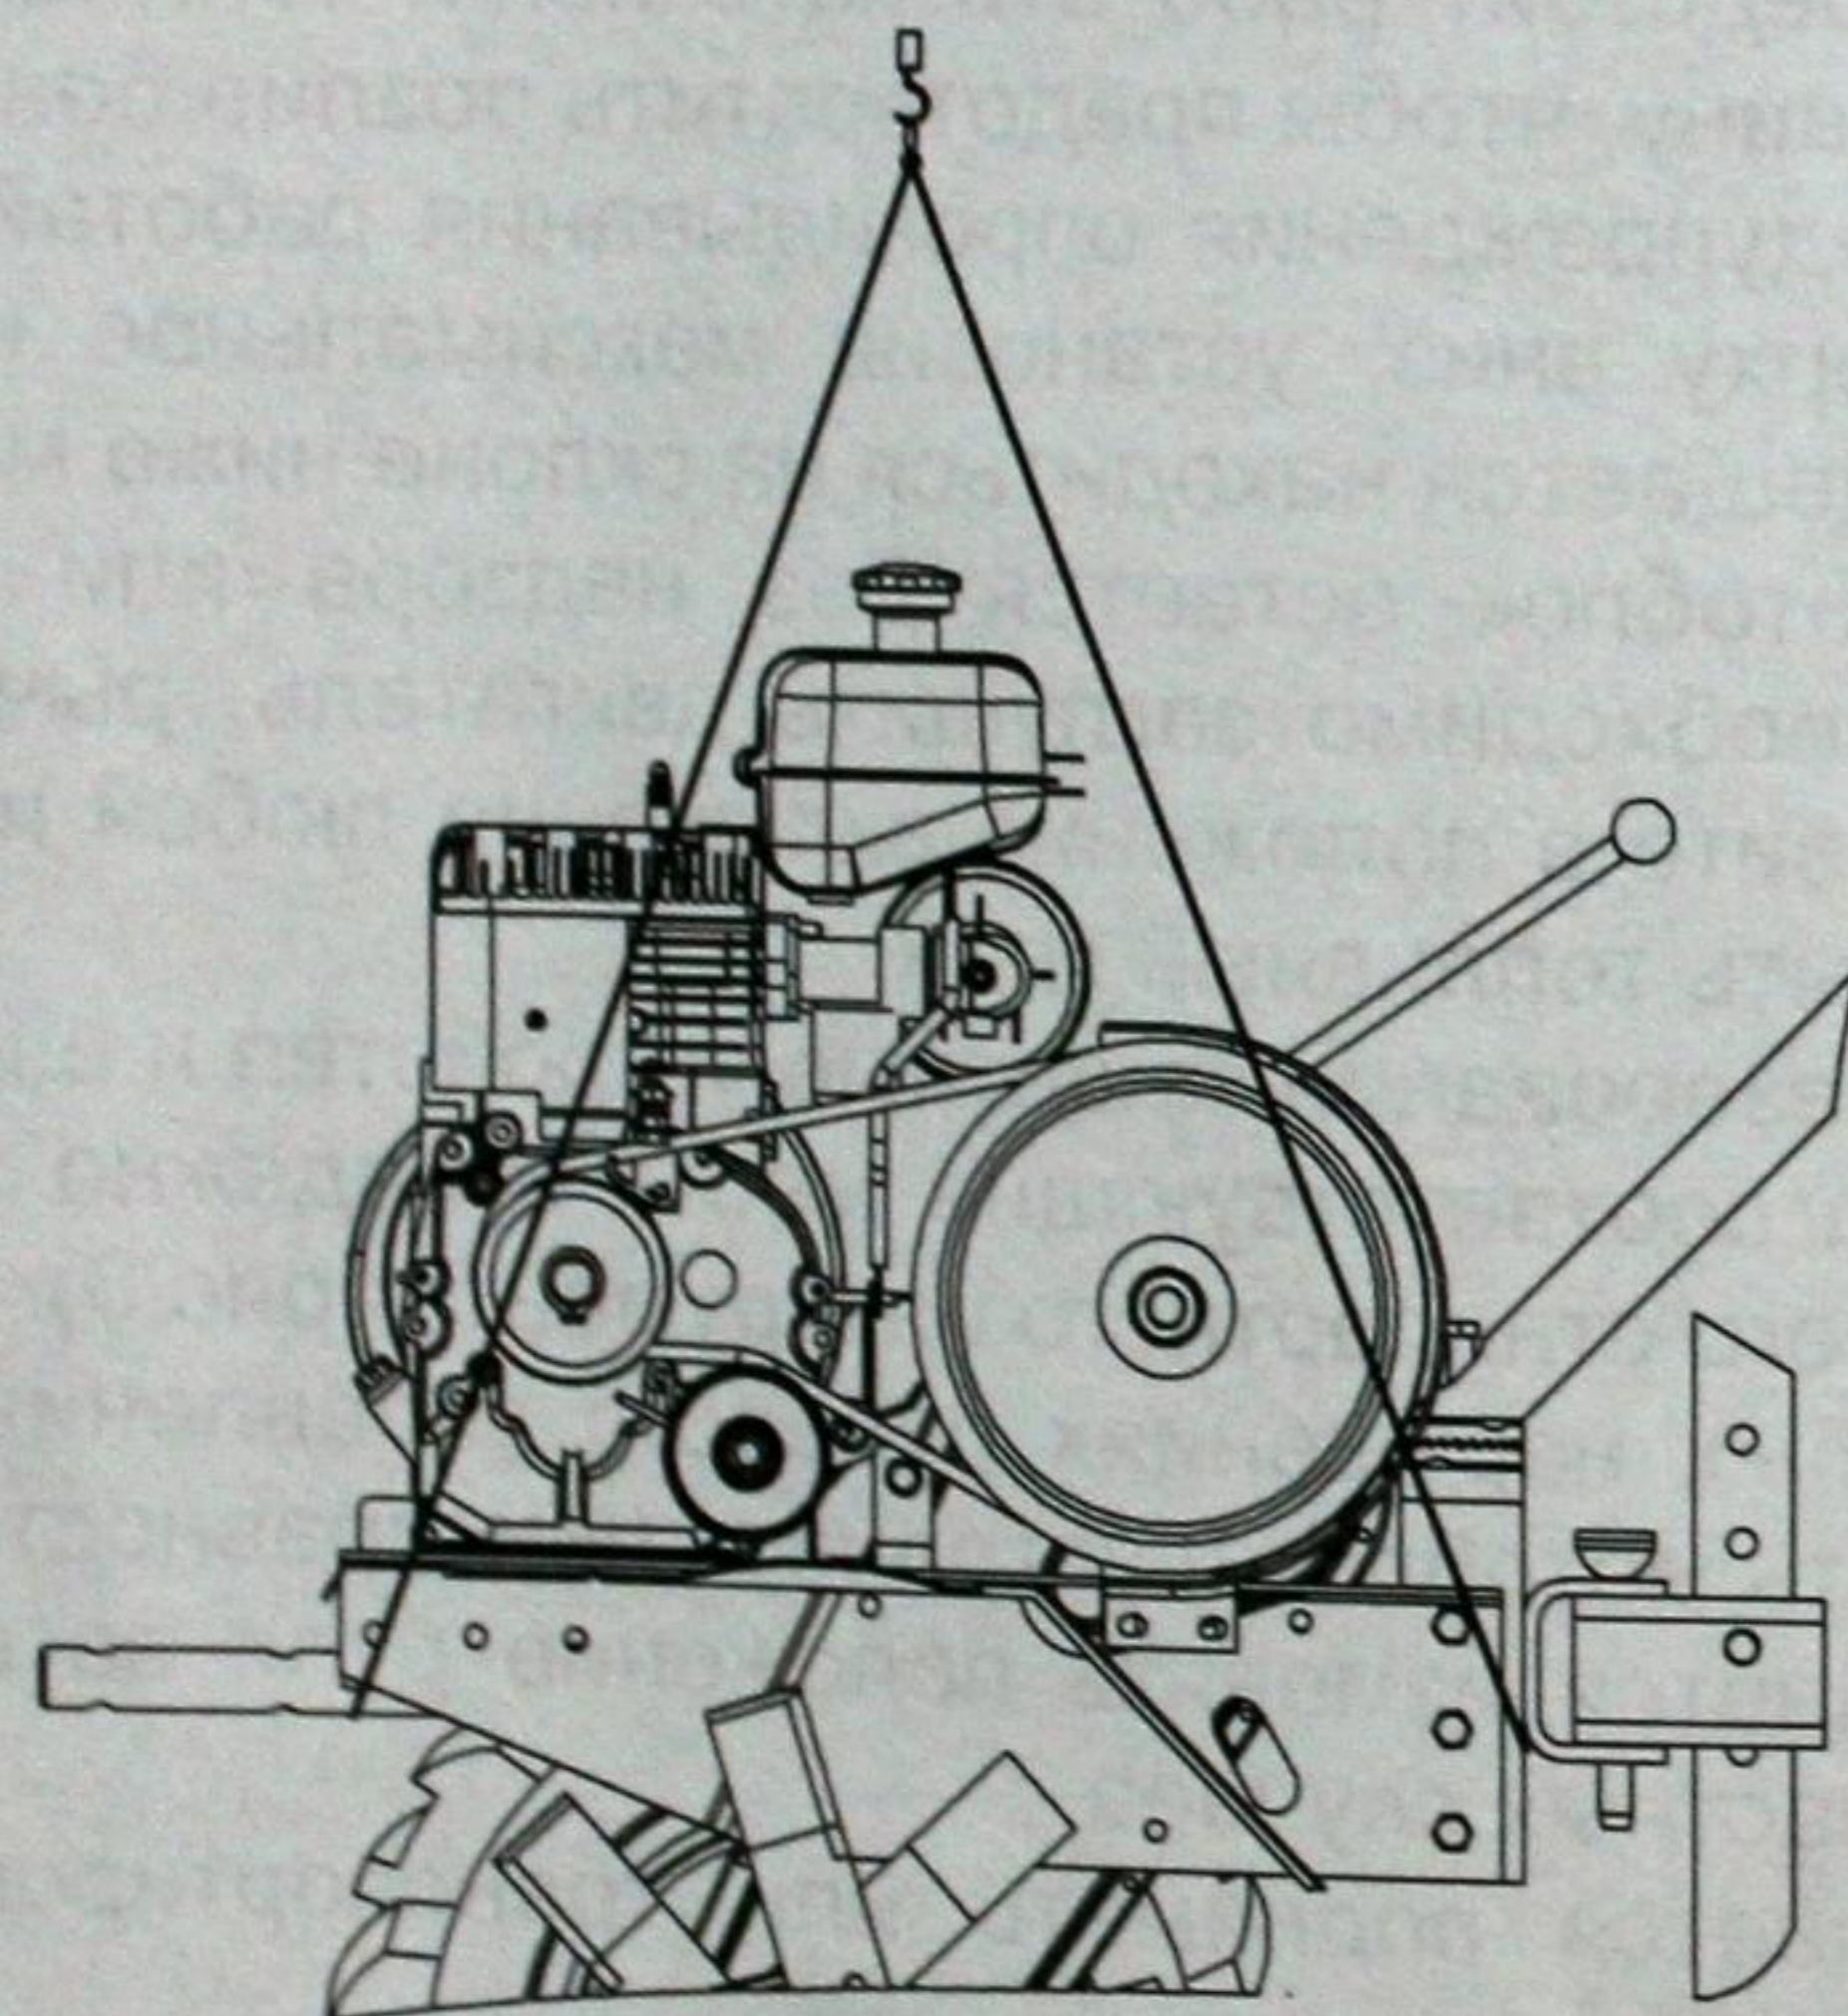

Рис.4. Схема зачаливания мотоблока при погрузке
30. Строповку мотоблока при погрузо-разгрузочных работах производите согласно схеме (рис.4), прилагаемой к данному Руководству. Грузоподъемность строп выбирается с учетом номинального веса мотоблока умноженного на коэффициент 1,5.